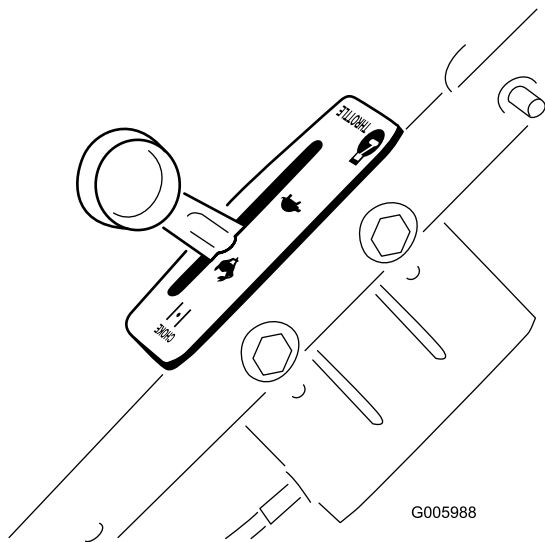

Bild 9
- A. Stellen Sie den Gasbedienungshebel auf "Schnell" (Bild 9).